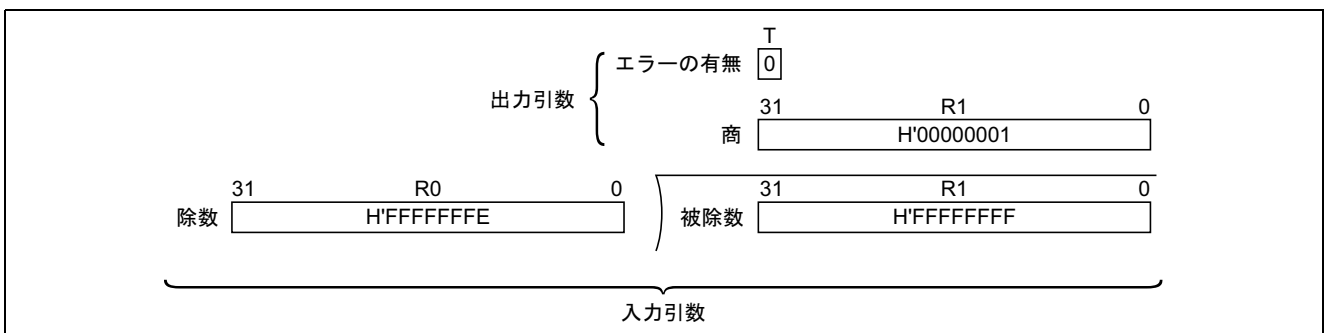

図 1 ソフトウェア DIVU32Q の実行例
b. 図 1 にソフトウェア DIVU32Q の実行例を示します。